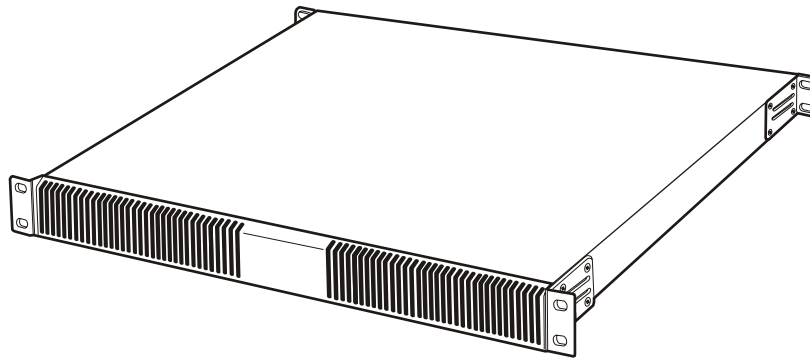

Figure 1. Support d'installation CM9770-MXB
1. Commencez par installer le support d'installation CM9770-MXB (reportez-vous à la Figure 1).